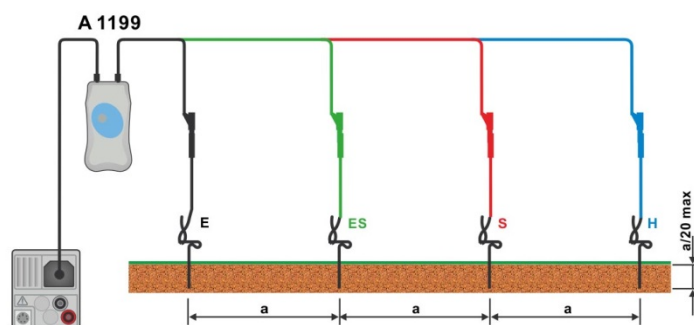

Рисунок 7.56: Измерение удельного сопротивления грунта.
- Соедините измерительные провода с клещами заземления, см. **Рисунок 7.56: Измерение удельного сопротивления грунта.**